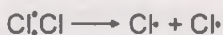

Рис. 57
- 1) под действием света молекулы хлора гомолитически распадаются на свободные радикалы, которые инициируют реакцию (рис. 57);